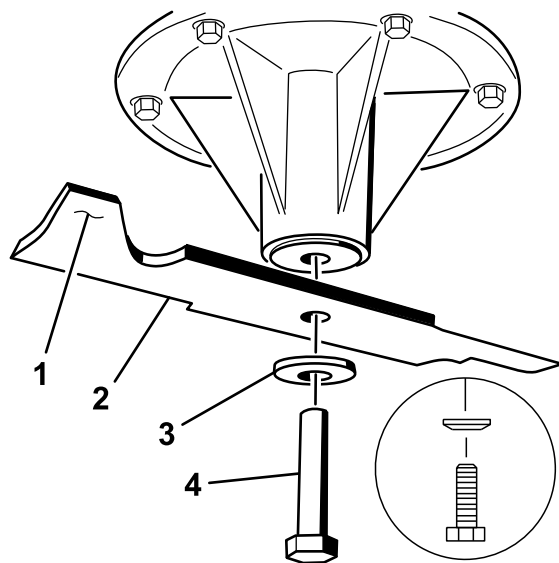

Figura 76
- Instale la cuchilla en el eje (Figura 76).
- Instale la arandela de muelle y el perno de la cuchilla. El cono de la arandela de muelle debe estar orientado hacia la cabeza del perno (Figura 76). Apriete el perno de la cuchilla a 115–150 Nm (85–110 pies-libra).